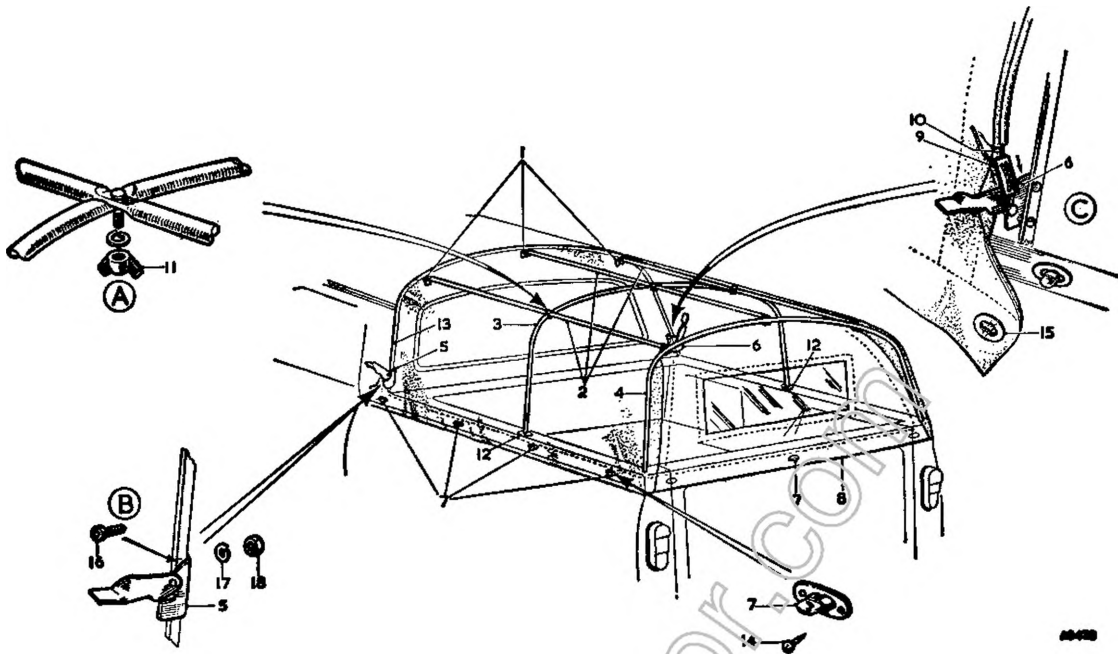

Fig. R.3
- (1) Montare in sede la centina posteriore, introducendone le estremità nelle boccole delle sponde laterali del cassoncino. Assicurarsi che le tre staffette situate sulla faccia superiore dell'arco siano rivolte in avanti.
- (2) Montare la centina centrale, introducendone le estremità nelle boccole corrispondenti.
- (3) Prendere uno dei tre correnti e montarlo nella posizione di centro. I tre prigionieri debbono farsi entrare, rispettivamente, nel foro della staffetta centrale della centina posteriore, nel foro centrale ricavato nella faccia superiore dell'arco della centina centrale e nel foro della staffetta fissata, al centro, alla parte alta del pannello posteriore della cabina (Fig. R.3). Infilare in ciascun prigioniero una rosetta elastica ed avvitare a fondo i dadi ad alette (particolare A, Fig. R.3).
- (4) Montare gli altri due correnti (uno per lato del corrente centrale), ripetendo le operazioni descritte sopra.
- (5) Situare la levetta destra, completa della squadretta d'attacco, sulla faccia posteriore del profilato a U fissato al pannello della cabina, orientandola di modo che:- la levetta sia rivolta verso l'esterno, il perno di articolazione della levetta sia rivolto in avanti, la faccia forata della squadretta sia a contatto del profilato ed il bordo inferiore della stessa poggi sulla giunzione tra pannello cabina e traversa cassoncino.
Riportare sulla carrozzeria la posizione dei due fori della squadretta della leva e con una punta da trapano di mm 5,16 di diametro forarla in questi punti. Fissare la squadretta al profilato con due viti N. 10 a testa tronco conica, dadi e rosette elastiche. Le teste delle viti debbono essere rivolte verso l'esterno (particolare B, Fig. R.3). Per il montaggio della levetta sinistra, procedere come per la levetta destra.
cavati quattro fori. Da sotto la piastrina, introdurre l'estremità libera del cavo in uno dei fori, passarla poi nel foro sottostante; passare il cavo attorno al perno d'articolazione della levetta; infilare l'estremità nel foro più basso, introducendola in esso da sotto la piastrina, ed infine passarla nel foro rimanente. La lunghezza del cavo può essere variata regolando la posizione della piastrina lungo la sua estremità libera (particolare C, Fig. R.3).